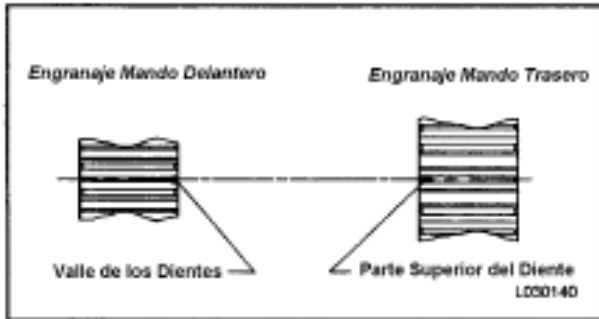

FIGURA 3-16. REGULACIÓN ENGRANAJE DE BOMBA
NOTA: Para asegurarse que la bomba de engranaje esté correctamente sincronizada durante el montaje, haga una marca en el extremo del eje de entrada para indicar la ubicación del valle entre dos dientes del engranaje. Consulte la Figura 3-16 que ilustra la sincronización de engranaje.
20. Monte el engranaje de impulsión trasero (1) y el engranaje loco (13). El engranaje de impulsión trasero debe estar sincronizado con el engranaje de mando delantero. Esto se cumple alineando un diente del engranaje de impulsión trasero con el valle de dos dientes del engranaje de impulsión delantero, como se muestra en la Figura 3-16.